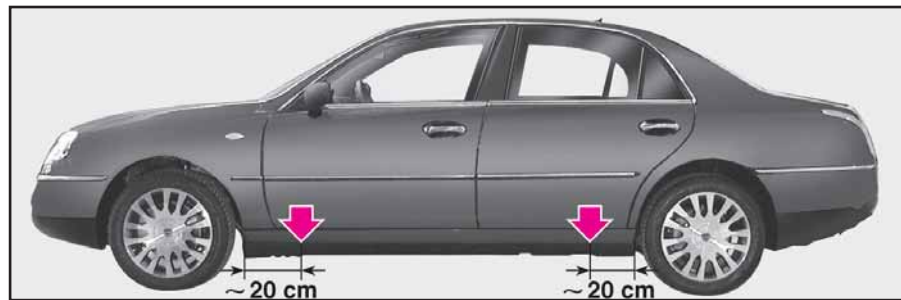

fig. 12
13) Placer le cric sous la voiture, près de la roue à remplacer, en correspondance de la rainure indiquée sur la partie supérieure du cric à environ 20 cm du profil du passage de roue comme illustré dans la (fig. 12).